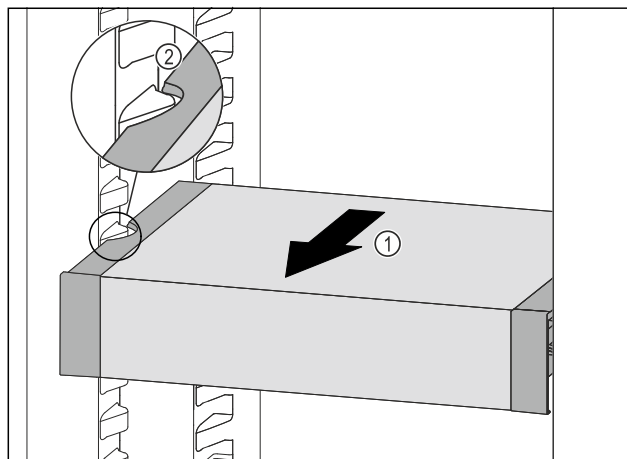

Fig. 136
- VarioSafe pociągnąć w przód Fig. 136 (1), aż boczne wycięcia szuflady VarioSafe będą się znajdować na wysokości żebrowania pojemnika w chłodziarce Fig. 136 (2)